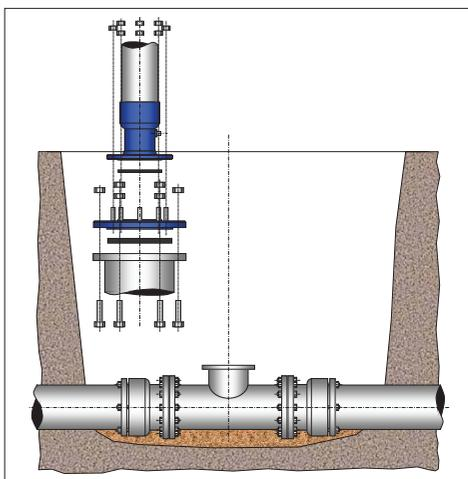

Рис. 2
9. Смонтировать арматуру и фасонные части согласно монтажной схеме (рис. 2).